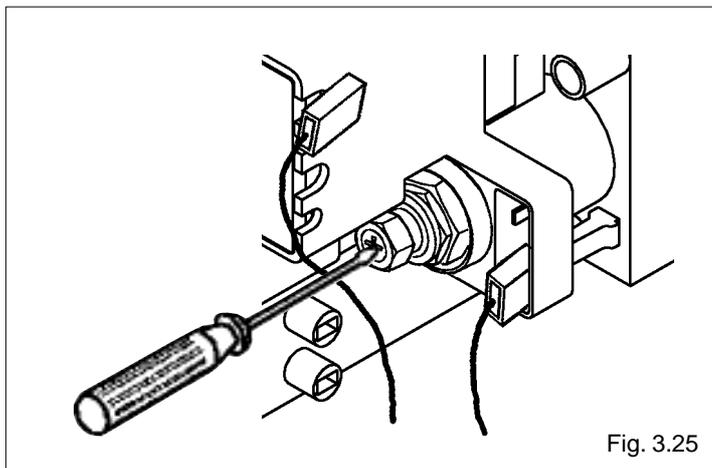

Fig. 3.25
- desconectar uno de los cables del modulador (fig. 3.25)
- en esta condición, la caldera trabaja al mínimo de la potencia y se puede proceder actuando con un destornillador en el tornillo de regulación interna del modulador (fig. 3.25).